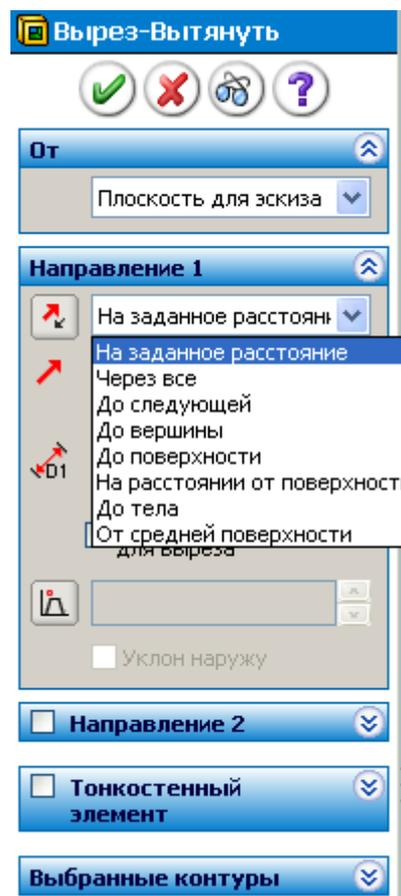

Рис.3.3. Вікно менеджера властивостей *Витягнутий виріз*
**Витягнутий виріз.** На рис. 3.3 представлена панель Менеджера властивостей при виконанні операції "Витягнутий виріз". Потримайте покажчик миші над елементами керування менеджера властивостей для того, щоб довідатися призначення кожного елемента.